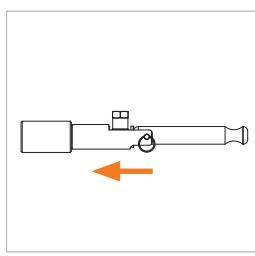

Abbildung 3
- Greifen Sie den Adapter am Grundgerät (Pos. 1) und stecken Sie ihn gerade und bis zum Anschlag in den Prüfling ein (*Abbildung 3*). Dadurch wird eine Beschädigung der Frontdichtung durch eventuell scharfe Kanten am Prüfling vorgebeugt und das richtige Anschließen gewährleistet.